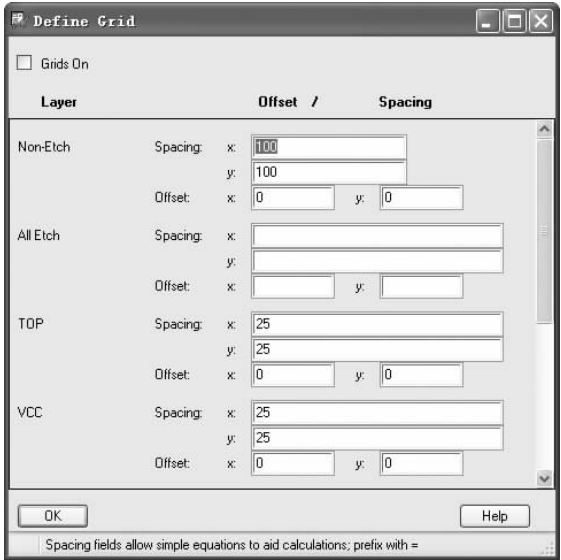

图 12-96 “Define Grid (定义栅格)”对话框
1) 选择菜单栏中的“Setup (设置)”→“Grids (格点)”命令, 将弹出“Define Grid (定义格点)”对话框, 选择默认设置, 单击  按钮, 关闭对话框, 如图 12-96 所示。